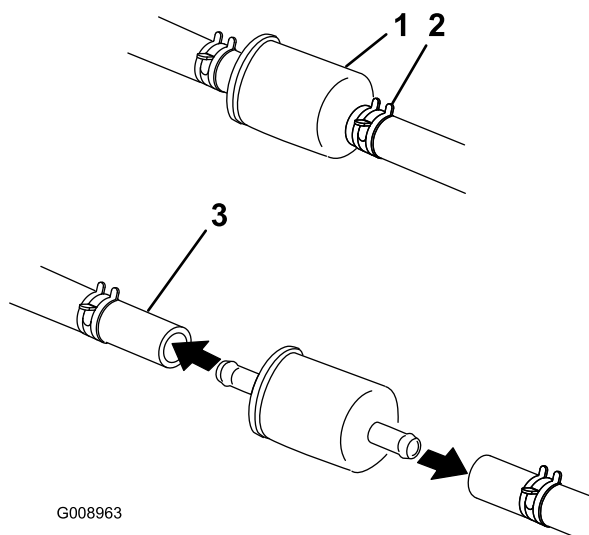

Figura 41
4. Premete le estremità delle fascette stringitubo ed allontanatele dal filtro (Figura 41).